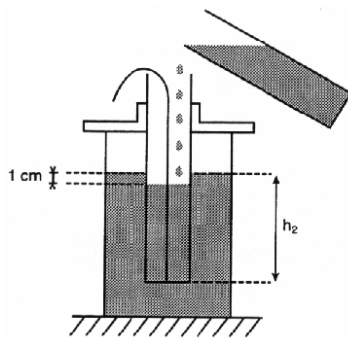

Fig. 5
14. Indem ich ebenso vorgehe wie im vorherigen Fall, messe ich h_2 (siehe Fig. 5)